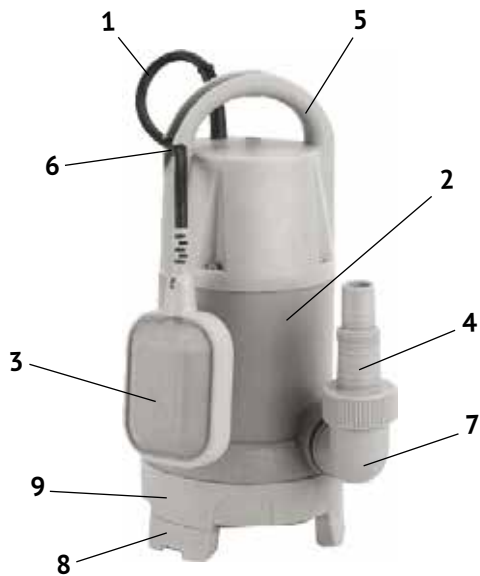

рис.1
4.1 Общий вид насоса представлен на рис.1
4.2 Двигатель и насос расположены в пластиковом корпусе (рис.1 поз.2). Насос приводится в действие асинхронным двигателем переменного тока. Подключение насоса к сети осуществляется кабелем питания со штепсельной вилкой с заземляющим контактом. Насос начинает работу при подключении к сети питания.
Насос обладает функцией изменения размера пропускаемых частиц. При положении ножек-трансформеров (рис.1 поз.8) как показано на рис.1, водо-заборные отверстия полностью открыты – размер пропускаемых частиц максимальный – 35 мм. Подогнув ножки внутрь корпуса нагнетателя (рис.1 поз.9), уменьшаем зазор для прохода воды до 5 мм – минимальный размер пропускаемых частиц.
Пластиковый штуцер (рис.1 поз.4) имеет три типоразмера для подключения всасывающего шланга (трубы): ёлочки диаметром 1,0 и 1,5 дюйма и резьба 1¼ дюйма.
6.2 Прикрутите к корпусу насоса (рис.1 поз.2) угловой штуцер (рис.1 поз.7) с предварительно прикрученным к нему выходным штуцером (рис.1 поз.4). Смонтируйте и присоедините к выходному штуцеру напорную магистраль.
6.4 Для установки других пределов регулировки, следует изменить вылет поплавка относительно места крепления его кабеля (рис.1 поз.1) на рукоятке (рис.1 поз.6). Проверьте, что уровень воды в пределах поля регулирования по отношению к перекачиваемому объёму, не потребует от насоса 30-ти и более выключений в час. Частые коммутации выключателя сокращают срок службы насоса.
6.5 Привяжите верёвку (трос) к ручке (рис.1 поз.5) насоса. Кабель питания можно закрепить на этой верёвке.